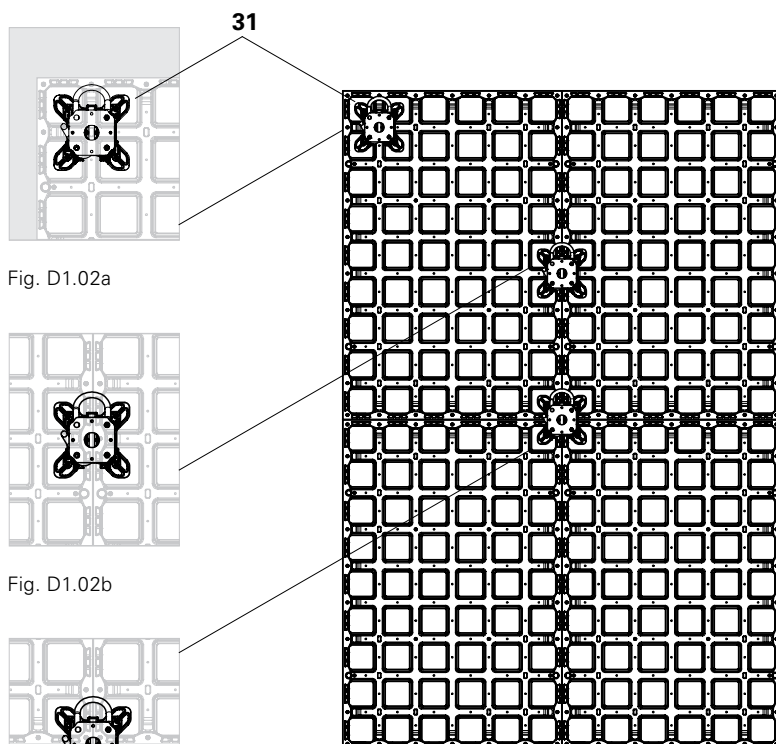

Fig. D1.02a
- a cavallo di un profilo telaio (Fig. D1.02a);